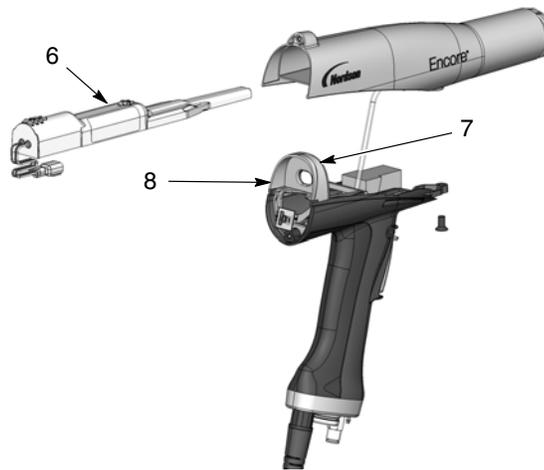

Figura 6-4 Extracción de la fuente de alimentación del cuerpo de la pistola
1. Ver la figura 6-4. Deslizar la fuente de alimentación (6) fuera del cuerpo de la pistola.
2. Comprobar la junta obturadora (7) en la parte posterior de la pared divisoria (8). Sustituirla si está dañada. La junta obturadora está pegada mediante un adhesivo sensible a la presión.